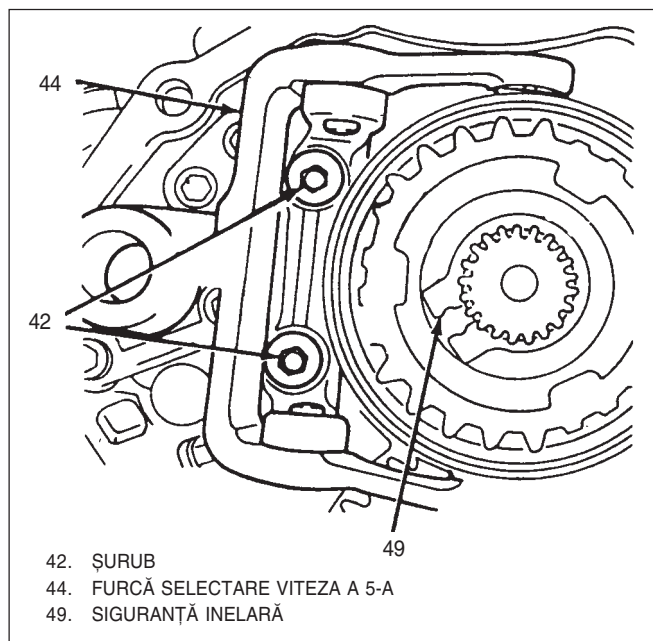

Fig. 9 Furcă selectare viteza a 5-a
- 10) Șuruburi(42) și suport cu furca vitezei a 5-a (44) din placa portlagăre(36), Fig 9.